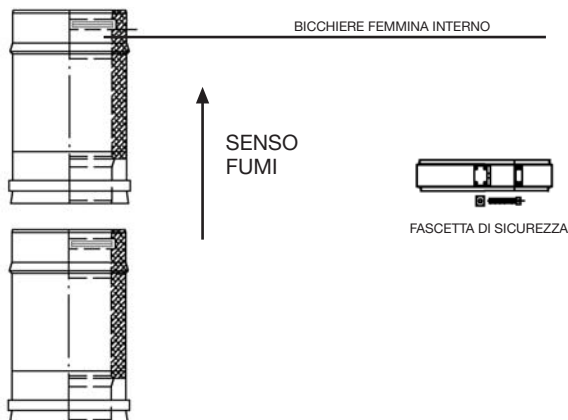

FIG. 1
I sistemi DW25, SDW50, DWC25 e SDWC50, ADW10, ADWCO10, EADW10 sono realizzati con giunti a bicchiere di tipo maschio/femmina su nervature autocentranti ed antischiacciamento come schematizzato in fig. 1. Il posizionamento della guarnizione siliconica a tre labbra montate con labbra inclinate verso il basso nell'apposito alloggiamento, situato all'interno del bicchiere femmina, garantisce la tenuta ai gas, mentre il giunto rovescio esterno impedisce, evitando la penetrazione all'acqua piovana, il danneggiamento della coibentazione interna.
- Installare gli elementi seguendo il senso dei fumi indicato sull'elemento con un'apposita freccia, ovvero con il bicchiere interno femmina rivolto verso l'alto (v. ds. fig. 1).